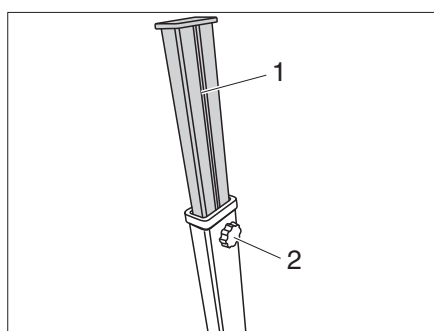

Figure 34 Régler les pieds de table
- Ouvrir la vis étoile (Figure 34, 2) du pied de table correspondant et tirer sur la rallonge (Figure 34, 1).
- Après avoir atteint la rallonge souhaitée, serrer la vis étoile (Figure 34, 2).
- Escamoter la rallonge (Figure 34, 1) au niveau de tous les pieds de table et sécuriser avec la vis étoile (Figure 34, 2).